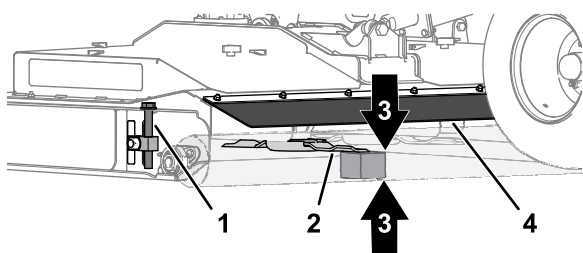

Figura 74
1. Lavorando sulla parte posteriore del piatto di taglio, sollevate l'aletta posteriore e allineate il blocco di legno di 51 mm tra l'estremità posteriore della lama centrale del tosaerba e il terreno (Figura 74).